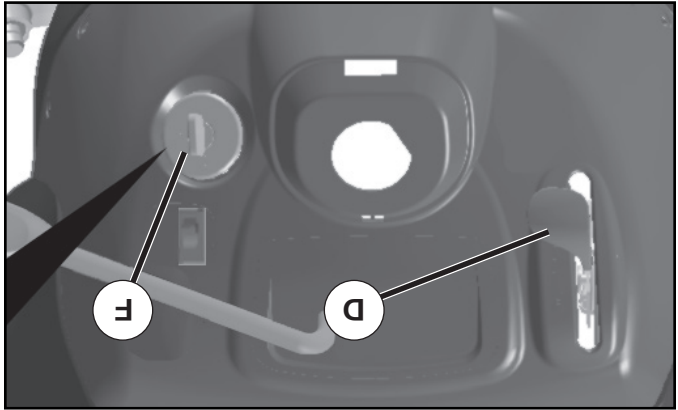

Fig. 6
ATTENTION: N'utilisez pas la tondeuse sans le déflecteur ou sans le ramasse-herbe (S) s'il y a lieu. (Voir La Fig. 6)
(Voir la Fig. 6)